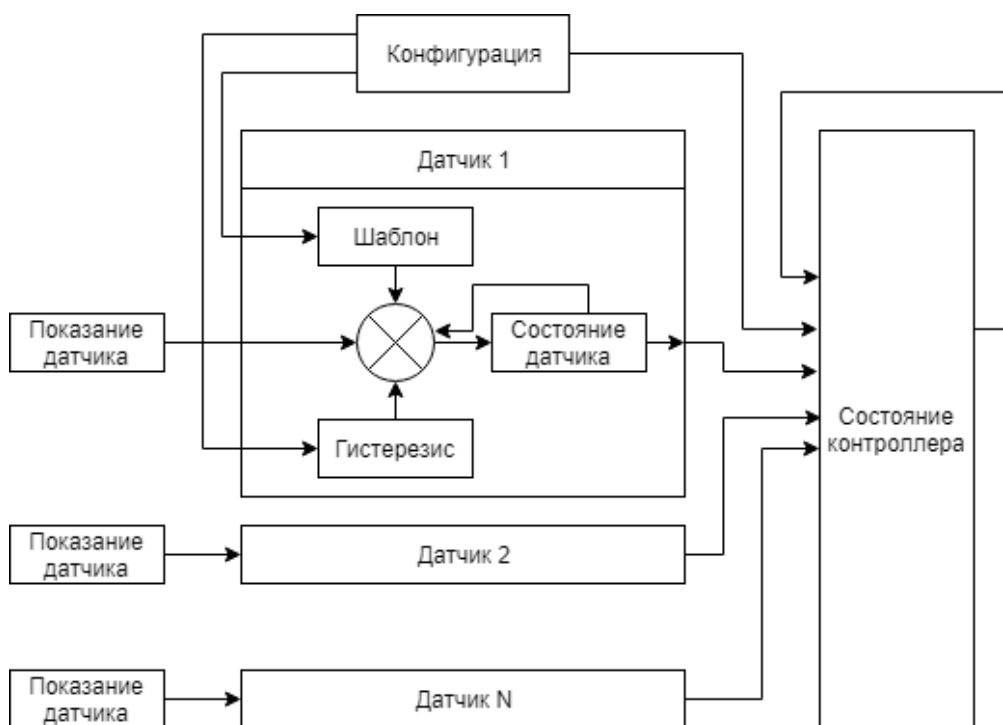

Рис. 7.1 - Диаграмма функционирования ПО
- 2.1.1.** Показания, получаемые от датчиков и устройств, являются бинарными состояниями (0, 1) для дискретных датчиков либо цифровыми показаниями для аналоговых датчиков, датчиков 1-wire и цифровых устройств (например, 10,5 мА, или 12,1 В, или 1234,6 кВт·ч). ПО Контроллера анализирует состояние датчиков и устройств в соответствии с Рис. 7.1.